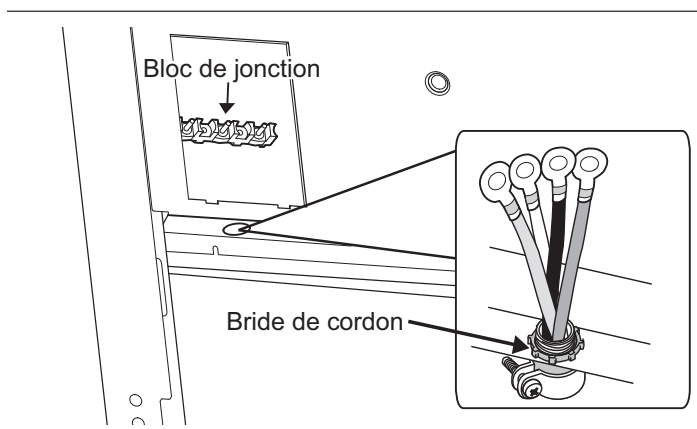

Figure 9 : Emplacement de la bride de cordon
Localisez le bloc de jonction à l'arrière de l'appareil et enlevez le couvercle (consultez la *Figure 9*). Le conduit doit être fixé à la boîte de connexion à l'aide d'un connecteur de conduit approuvé. L'extrémité libre du conduit de câbles doit être branchée à un bloc de jonction installé dans la zone d'alimentation électrique, comme illustré sur la *Figure 4* à la page 8.
Installez une bride de cordon (non fourni) dans le trou de 1 po (25,4 mm) de diamètre situé sous le bloc de jonction (voir *Figure 9*). Le câblage de l'appareil doit être acheminé au bloc de jonction par le conduit et à travers la bride de cordon. Les extrémités des fils doivent être munies de cosses en boucle de $\frac{1}{4}$ po, préférablement soudées sur place. Faites les connexions au bloc de jonction fourni.
1. Repérez le bloc de jonction à l'arrière de l'appareil et enlevez le couvercle (voir la *Figure 9*).